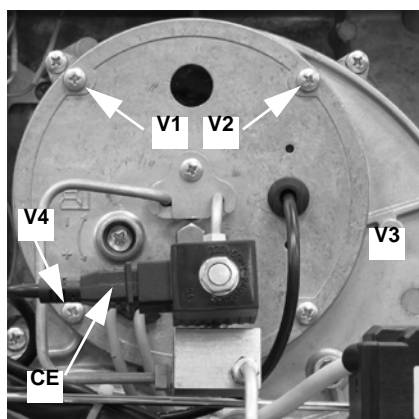

Рис. 49
- Отвинтить 4 винта V1 - V4, указанные на Рис. 49.
- Снять соединительный разъем CE электроклапана EV2 (Рис. 49).
- Установить на место головку сгорания и закрепить ее 4-мя винтами **V1 - V4** (Рис. 49).